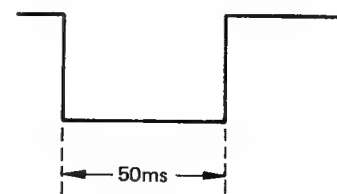

Abb. 8-25
2. TP2001 mit dem Oszilloskop (Selbsttriggerung, einfach) beobachten und die Standbild-Wiedergabe mehrere Male wiederholen, R2021 so einstellen, daß die in Abb. 8-25 gegebenen Anforderungen erfüllt sind.